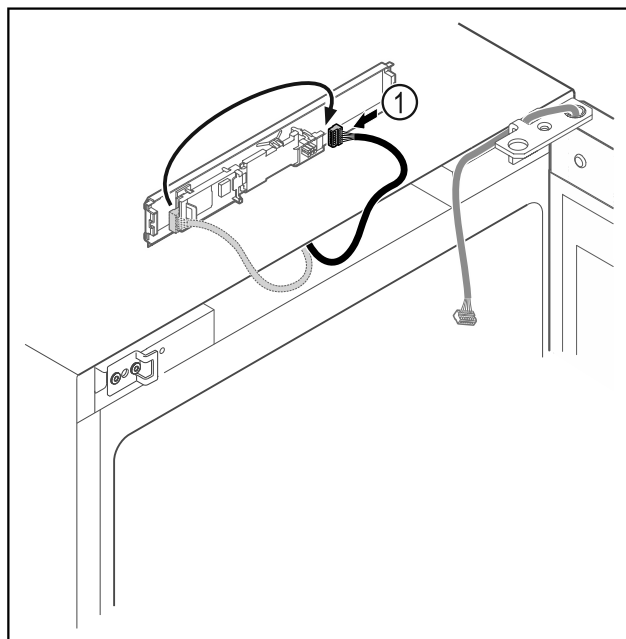

Fig. 19
- ▶ Ponovno spojite utikač Fig. 19 (1) na tiskanu pločicu.